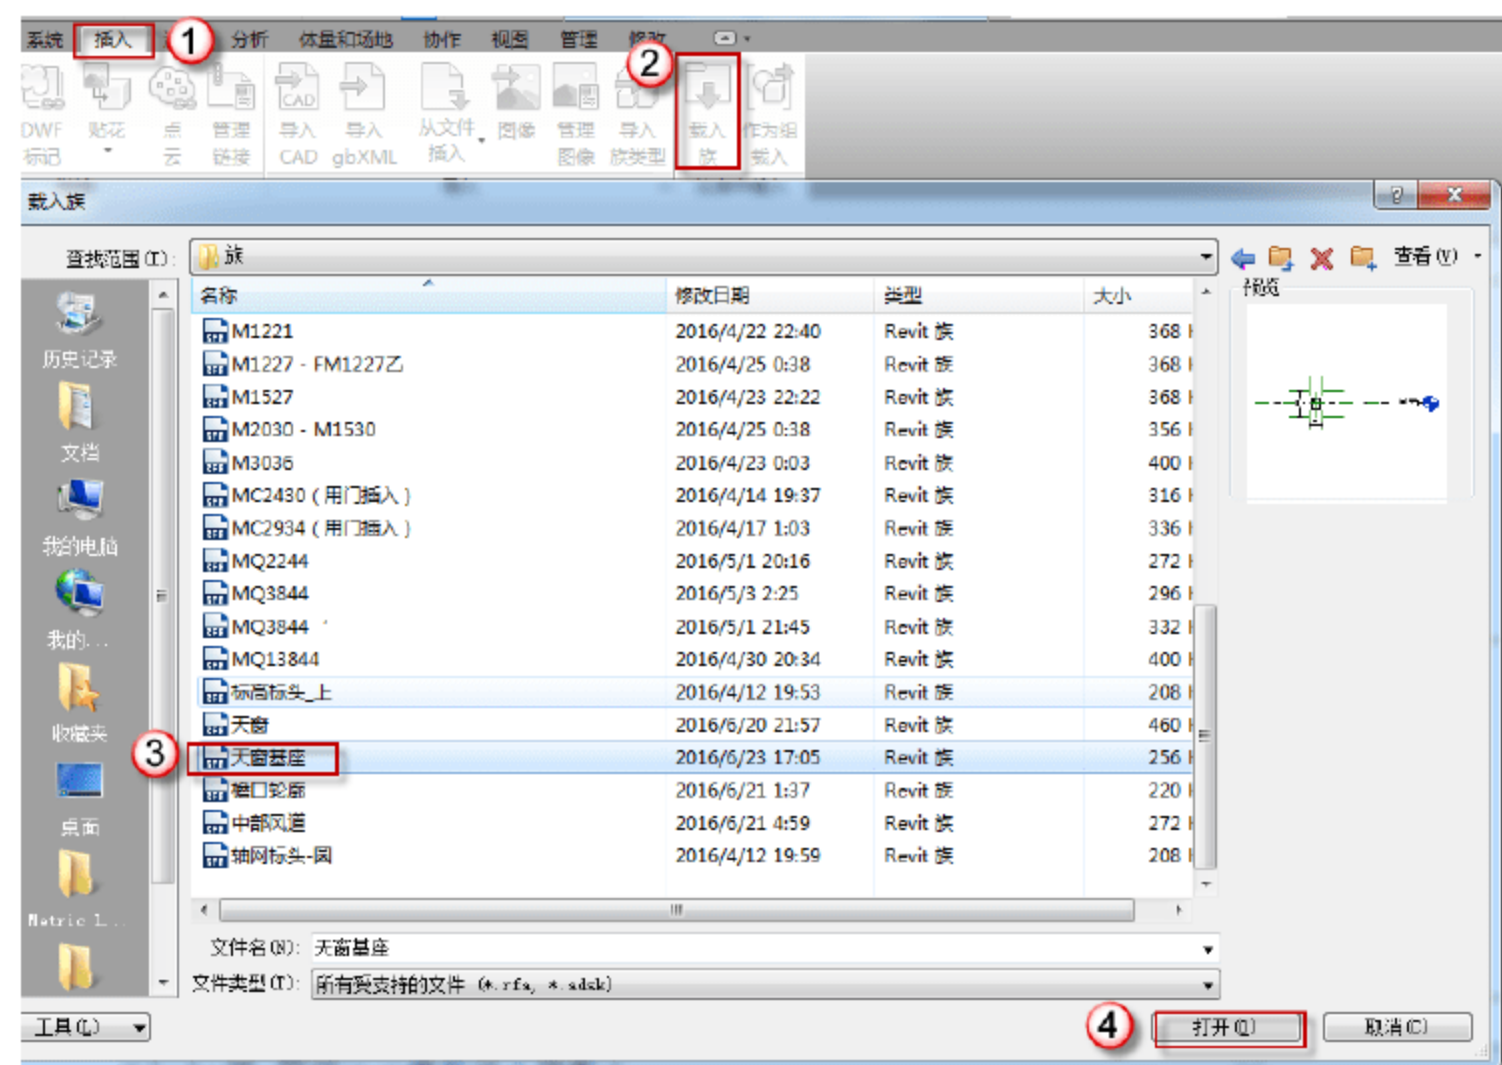

图 12.1.22 载入“天窗基座”族
(20) 载入“天窗基座”族。选择“插入”→“载入族”命令，在弹出的“载入族”对话框中找到前面建立的“天窗基座”族，单击“打开”按钮，如图 12.1.22 所示。